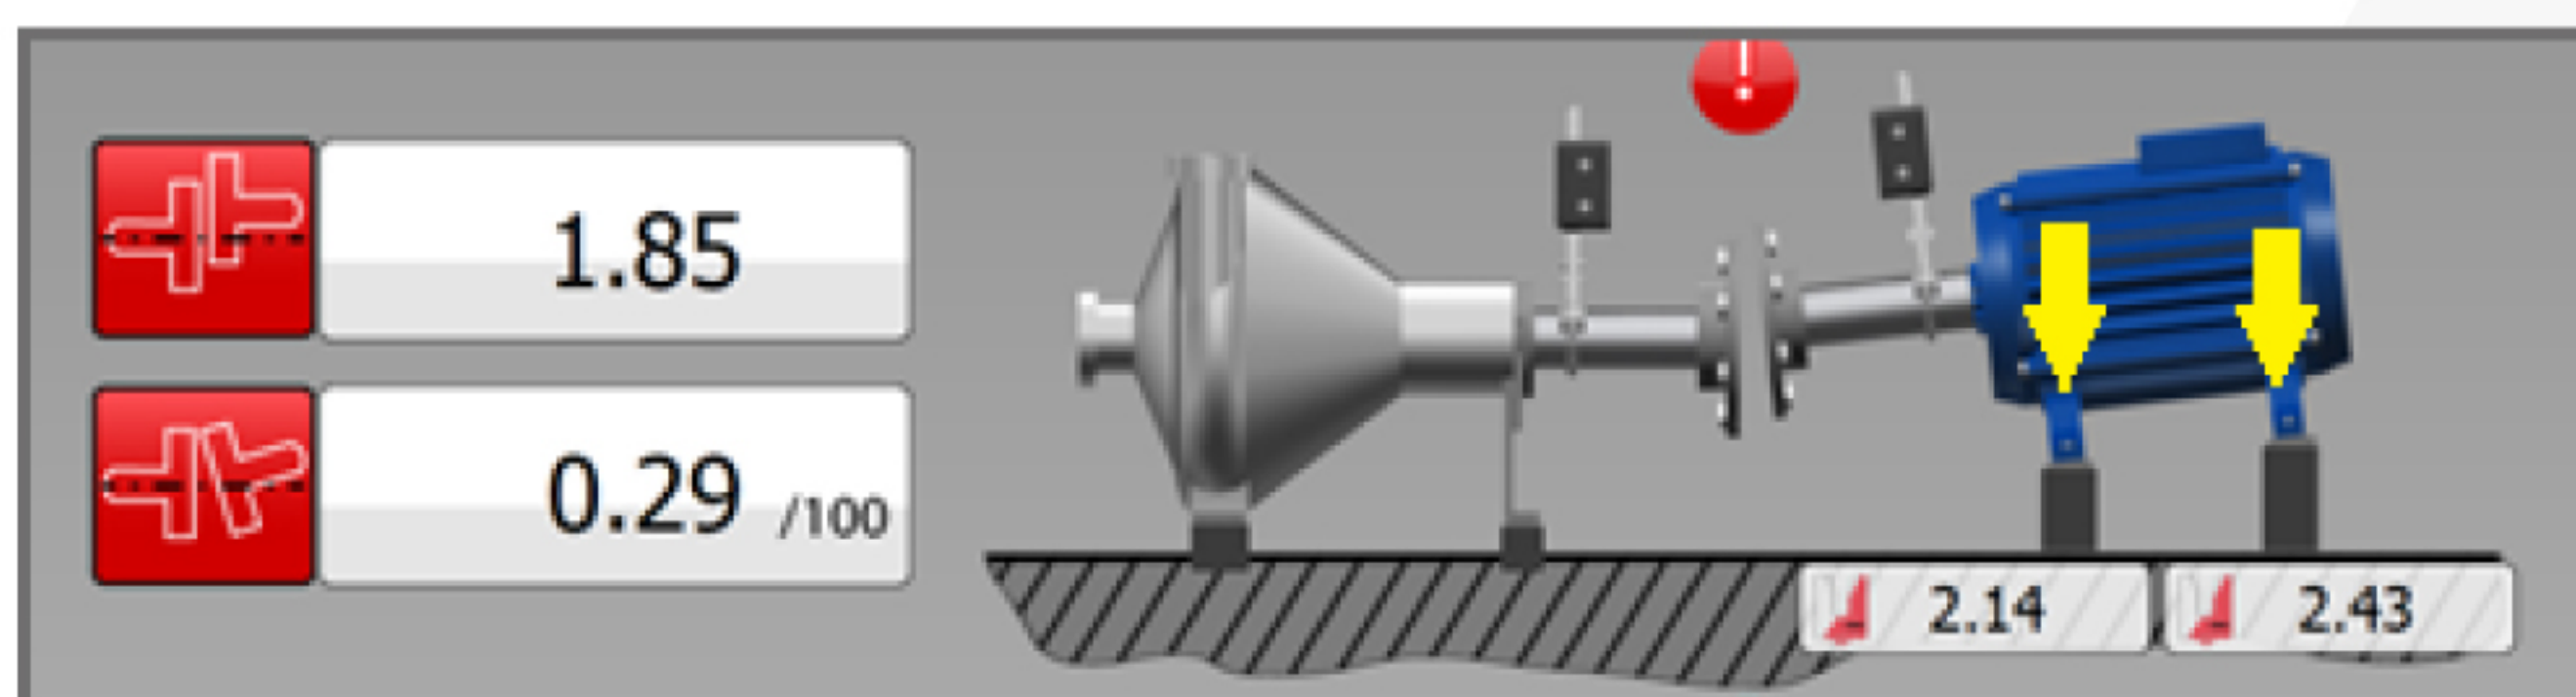

Рис. 2
2. Оборудование имеет недостаточные подвижки в вертикальной плоскости, связанные с конструктивными особенностями рамы (фундамента), проведения ремонтных работ (замена оборудования, изменение изначальных геометрических характеристик агрегатов и т.д., ограничение возможности смещения оборудования из-за влияния внешних факторов: конструктив обвязки, защитные кожуха и т.д.). (Рис.2)
Например, в ходе измерений для устранения несоосности (Рис.2) требуется опустить электродвигатель (в раму), но сделать это невозможно, так как он уже находится в самой нижней точке регулировки. Рис.2а
Рис. 2а